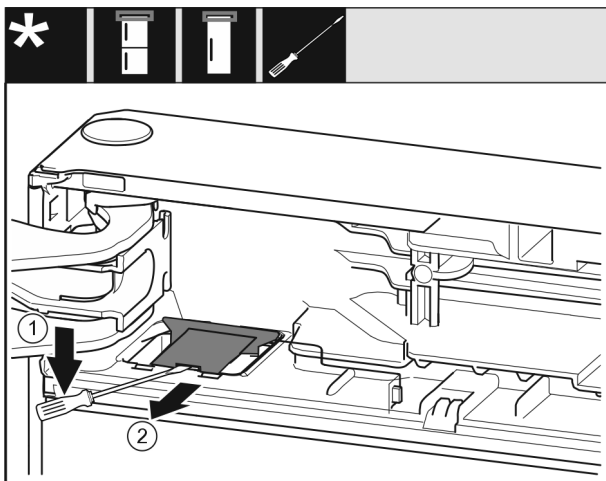

Fig. 7
- Atbrīvojiet pārsegu ar plakano skrūvgriezi un paceliet uz augšu. Fig. 7 (1)
- Izņemiet pārsegu. Fig. 7 (2)